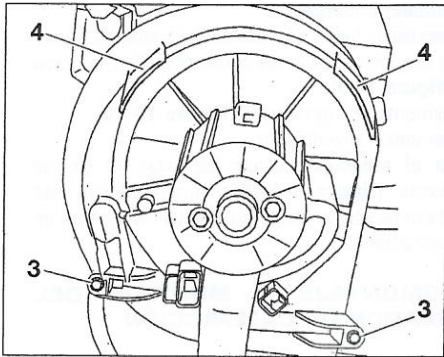

FIGURA 10-10
- Desmontar los tornillos (3) (figura 10-10).
Para el montaje, colocar las patas (4) en sus muescas (figura 10-10), montar todas las conexiones y a continuación efectuar un control de funcionamiento.